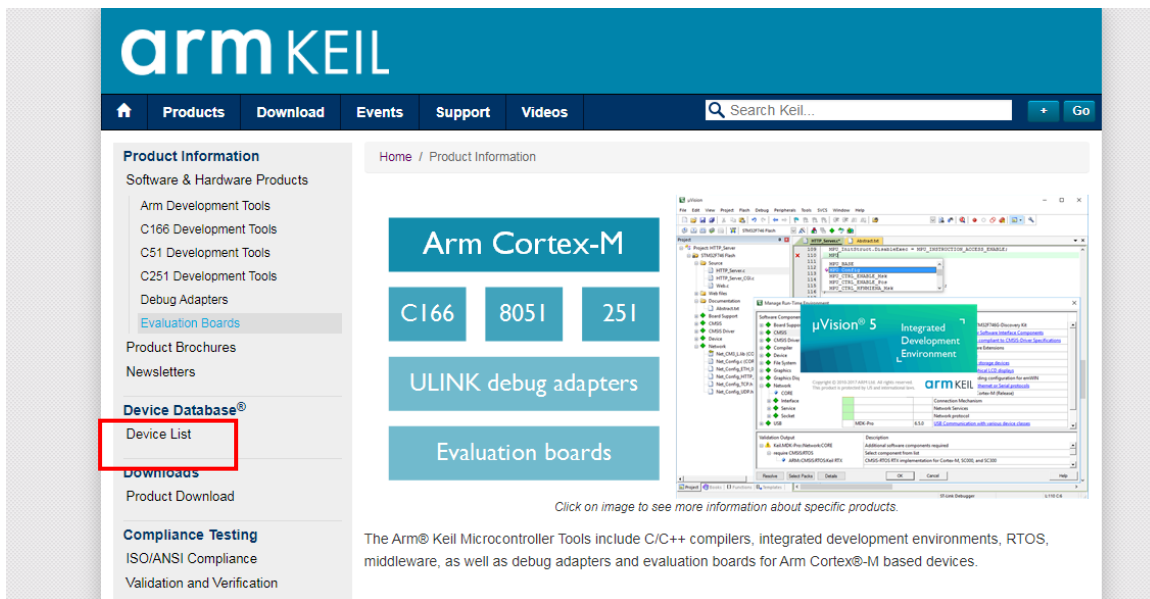

图 3.1.2 Keil 官网 Products 页面
(2) 在 Products 页面下找到 Device List，点击进入，如图 3.1.2 所示：